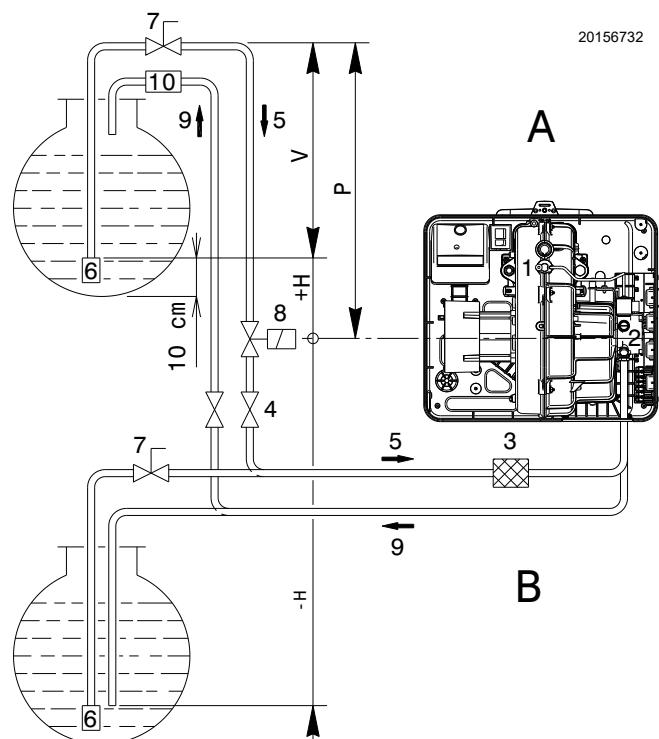

Fig. 17
### Impianti bitubo a sifone (A) (Fig. 17)
### Impianti bitubo ad aspirazione (B) (Fig. 17)
#### Legenda (Fig. 17)